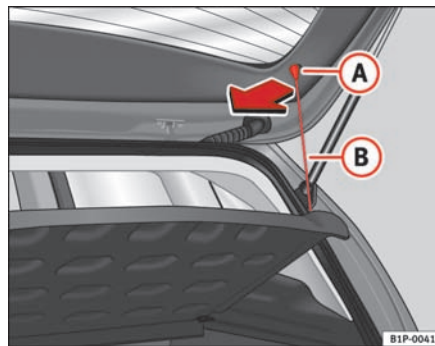

Fig. 104 Bagagerumsafdækning
- Hægt støtterne ⇒ fig. 104 (B) af holderne (A).